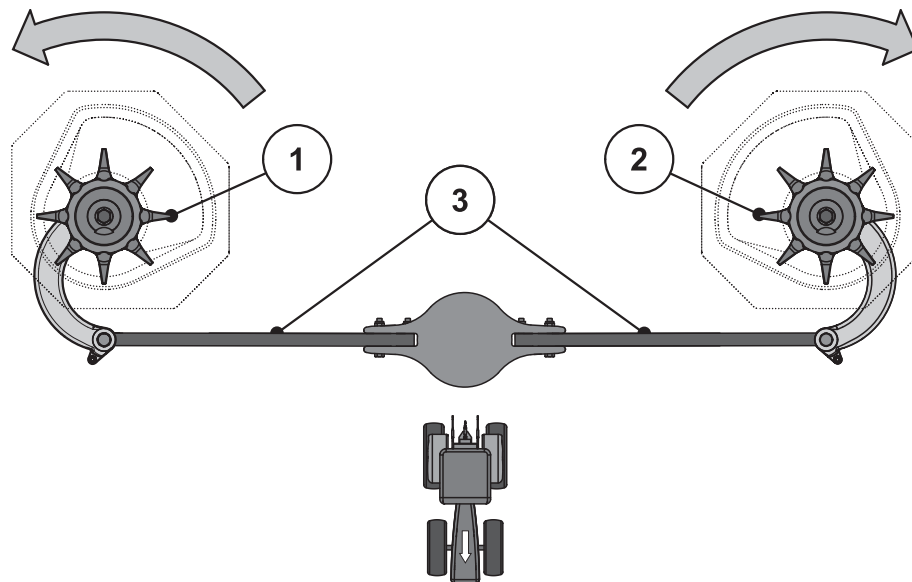

Рисунок 9.9: Проверка привода мешалки
2. Поверните рукой головку мешалки **в направлении вращения разбрасывающего диска**. См. Рис. 9.9.
3. Поверните головку мешалки с усилием рукой или с помощью ленточного масляного фильтра **против направления вращения разбрасывающего диска**. См. Рис. 9.9.